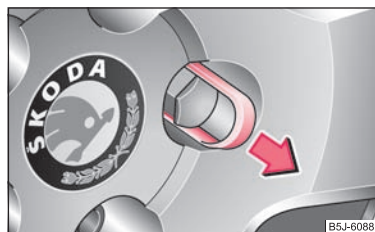

Fig. 149 : Scoaterea capacului prezoanelor de roată
- Trageți capacul cu **brida din material plastic** ⇒ fig. 149.